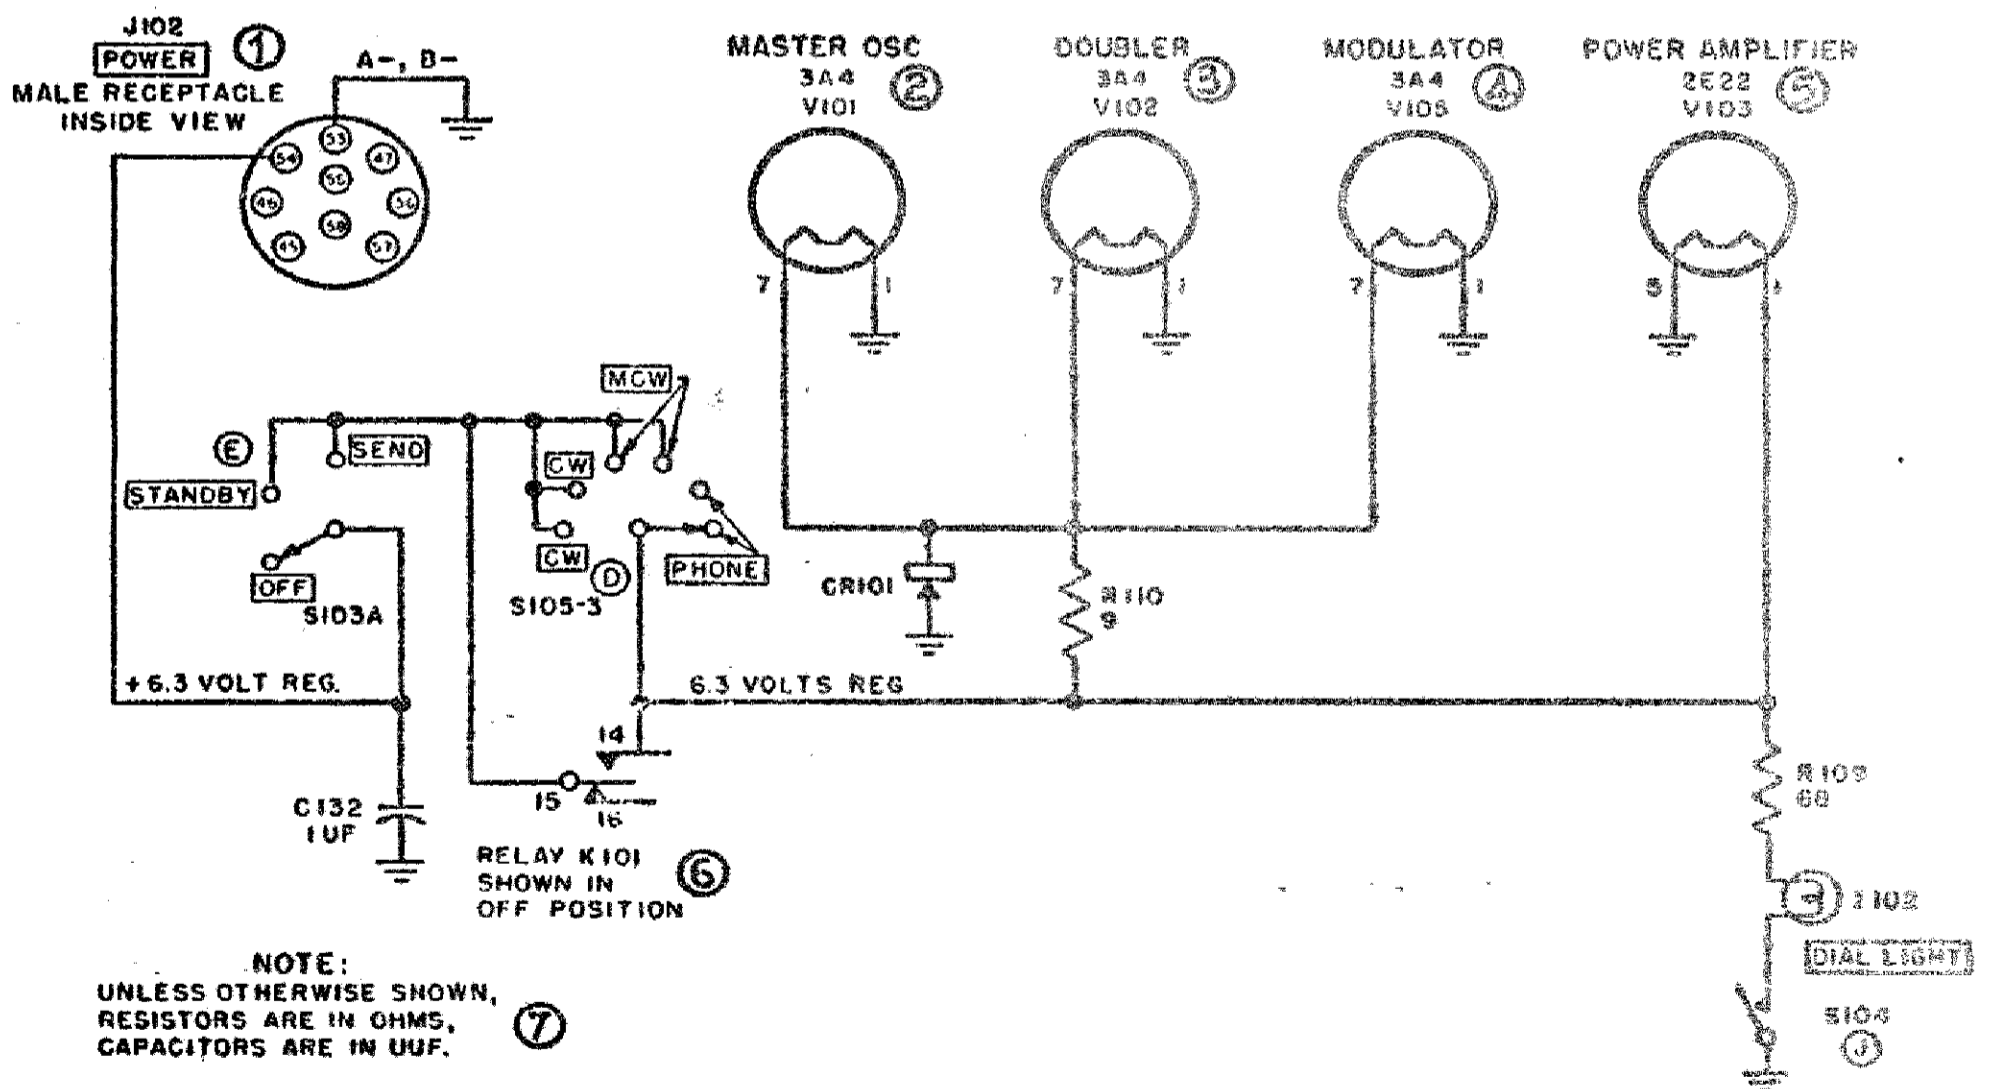

FIG. 32 - Circuiti di alimentazione dei filamenti del trasmettitore.
45- Connessioni del tasto e del microfono (fig. 32).
46. Connessioni per l'alimentazione dei filamenti del trasmettitore (fig. 32).